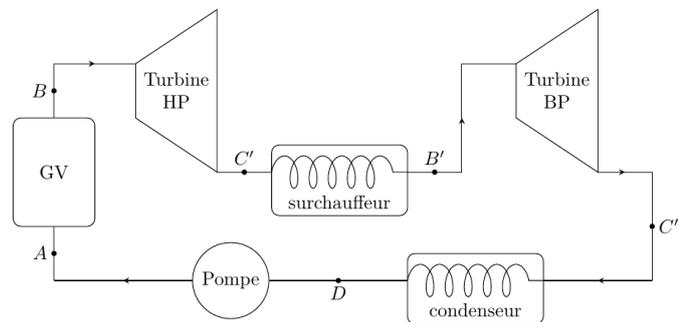

Figure 5 – Cycle de Rankine à détente étagée.
**Cycle de Rankine avec détente étagée** Le cycle réel est plus compliqué que celui étudié précédemment, voir figure 5. En effet, d'une part, la détente est étagée : elle se fait d'abord dans une turbine « haute pression » puis dans une turbine « basse pression ». D'autre part, entre